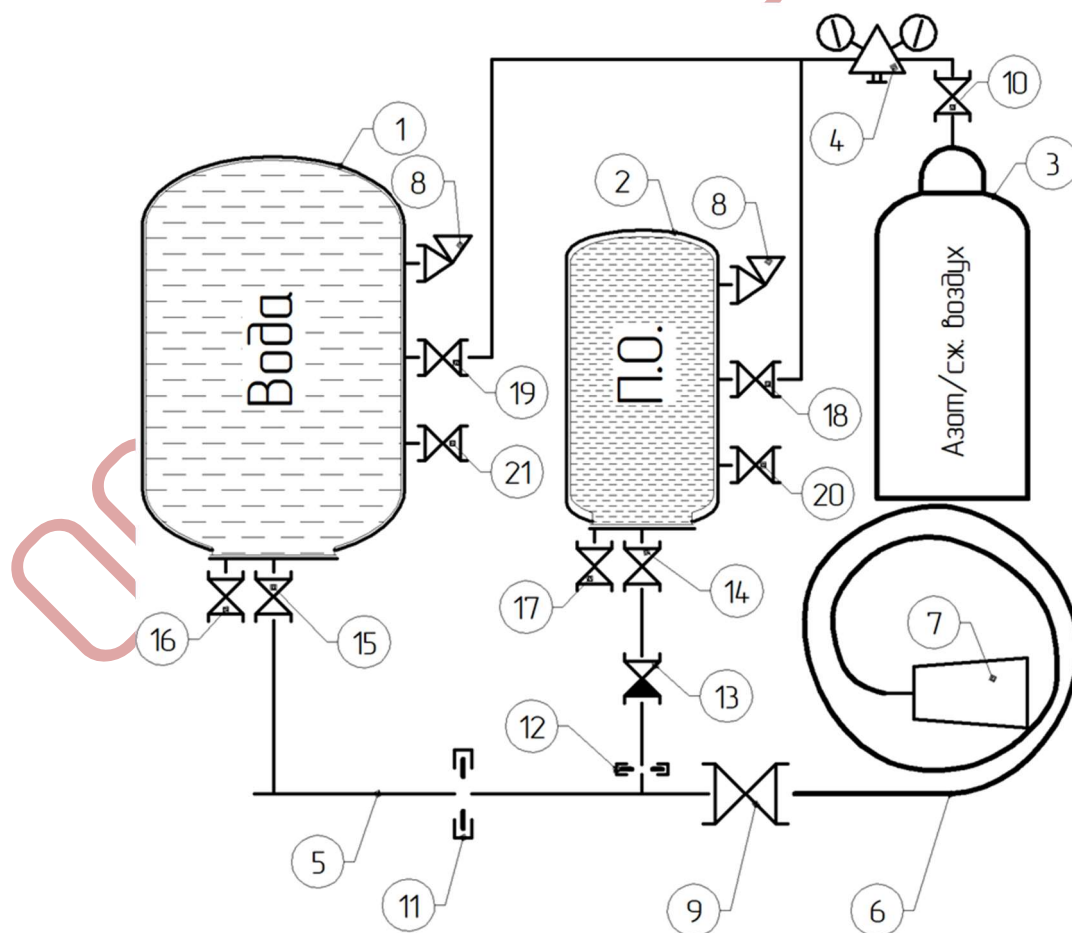

Рисунок 5
2.4.1 Перед началом использования изделия необходимо провести регулировку давления (рисунок 5).